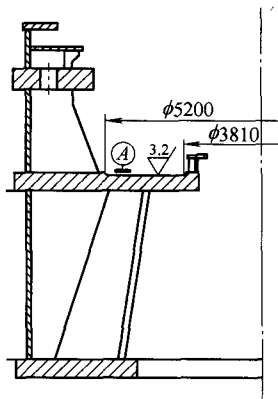

图 2
我们厂在2001年到2009年先后为三峡左岸、右岸、地下电站先后加工了发电机的主承重部件——下机架中心体18台，工件大致结构如图2所示。下机架中心体内腔要求加工出基准面A，这是加工范围将近700mm的环形平面，图样要求平面度在
(1) 2005年12月,立车加工三峡右岸下机架中心体。三峡右岸下机架中心体内部的平面A是工件的基准面(见图2),图样要求平面度为0.05mm,可是在2#机加工的过程中却发现平面度达不到要求,经过测量:靠内圈平面区域平面度较好,在0.01~0.03mm变化。靠外圈大约300mm范围内平面高低点呈不规则变化,该区域平面度在0~0.27mm变化,和图样要求有较大差距。
(2) 2009年3月,加工三峡地下1#下机架中心体,同右岸机组相类似,在同样基准面A加工时,出现“带刀”情况。加工平面立车从外往里走刀时,越往里,加工面越低;立车从里往外走刀时,越往外,加工面越低。平面度从头至尾在0~0.18mm之间,总体上呈线性规律变化,中间有0.01~0.02mm的波动。